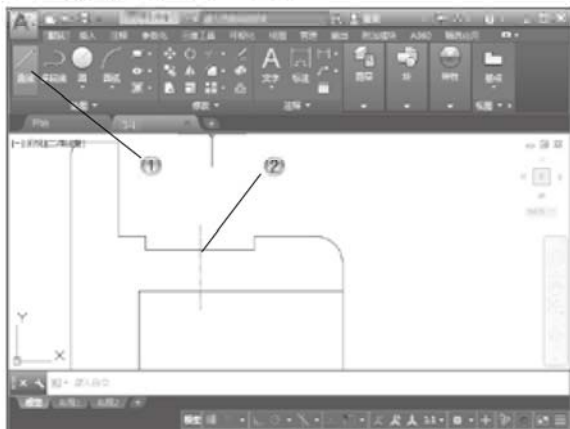

图 5-79
- ① 单击【绘图】面板中的【直线】按钮，如图 5-79 所示。
- ② 在绘图区绘制中心线。